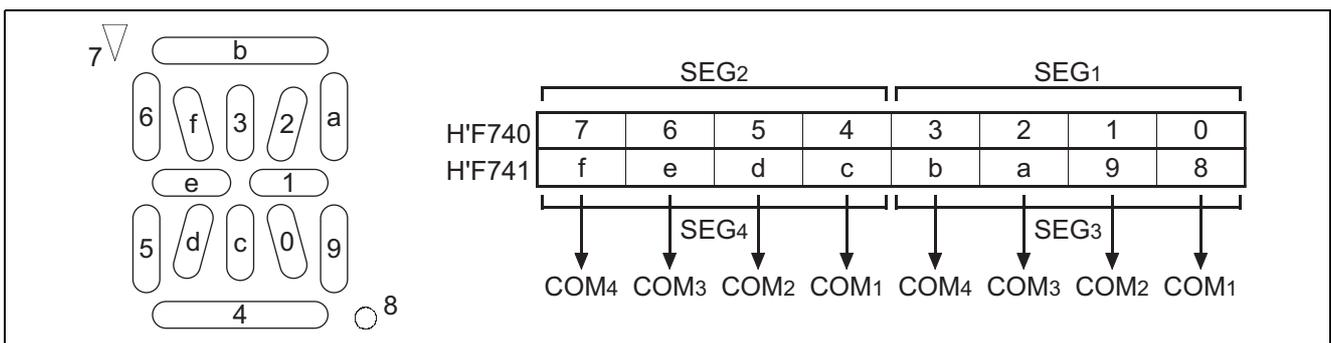

図 6 LCD の点灯/非点灯と対応する LCD RAM 設定値の関係
(7) 図 6 に 8 桁 16 セグメント LCD の右から 8 桁目の表示と SEG1 ~ SEG4 に対応する LCD RAM の関係を示します。図 6 に示すように 0 ~ f に対応する LCD RAM のビットに "1" をセットすると LCD は点灯, "0" にクリアすると LCD は非点灯します。